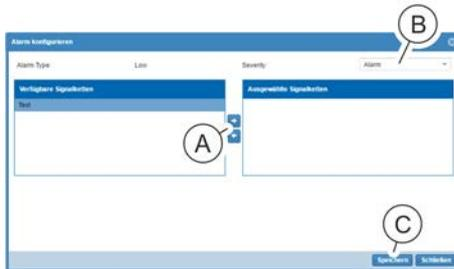

Abb. 198: Fenster „Alarm konfigurieren“
7. ➔ Im Fenster "Alarm konfigurieren" eine Signalkette auswählen und über die Schaltfläche „→“ (Abb. 198/Ⓐ) ins Feld „*Ausgewählte Signalketten*“ schieben.
8. ➔ Im Auswahlfeld „*Severity*“ (Abb. 198/Ⓑ) für den Eingang einen Alarmzustand „OK“, „*Warnung*“ oder „*Alarm*“ auswählen.